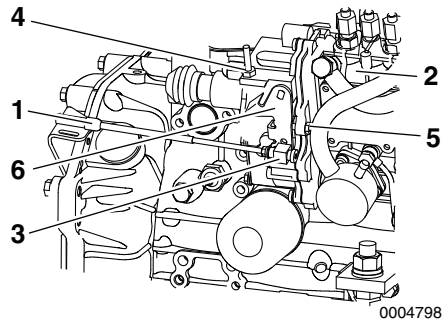

Abbildung 4
Niemals die Anschlagschraube für hohe Drehzahl (**Abbildung 4, (4)**) am Drehzahlregler einstellen. Hierdurch erlischt die Garantie für den Motor.